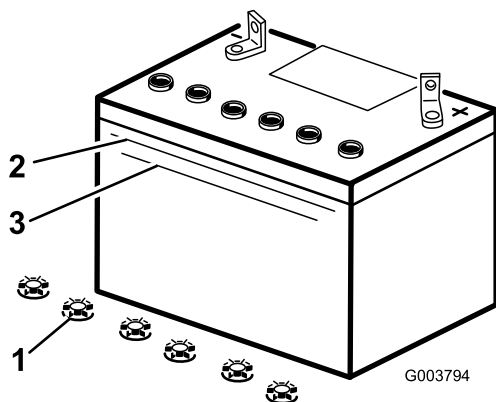

Рисунок 37
3. Посмотрите на боковую стенку аккумулятора. Уровень электролита должен доходить до линии Upper (Верхний) (Рисунок 37). Следите за тем, чтобы уровень электролита опустился ниже линии Lower (Нижний) (Рисунок 37).
3. Снимите крышки заливных горловин аккумулятора (Рисунок 37).
4. Медленно залейте дистиллированную воду во все банки аккумулятора до тех пор, пока уровень электролита не дойдет до линии Upper (Рисунок 37) на корпусе аккумулятора.
5. После заполнения банок аккумулятора подождите пять или десять минут. В случае необходимости добавьте дистиллированную воду, пока уровень электролита не дойдет до линии Upper (Рисунок 37) на корпусе аккумулятора.